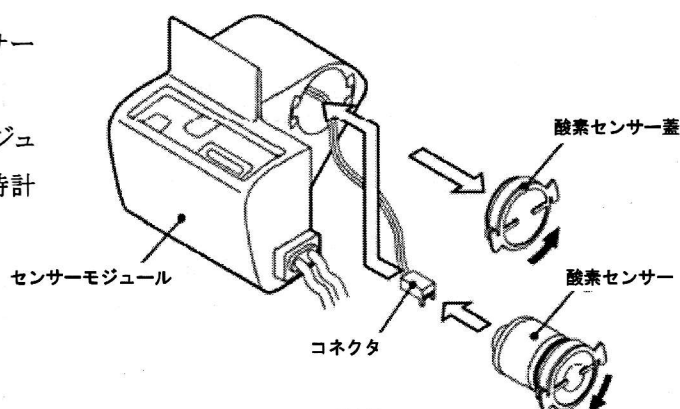

図 3
- (1) 付属の酸素センサーホルダーに酸素センサーをねじ込んで固定してください。
2. センサーモジュールへの取り付け (図3)